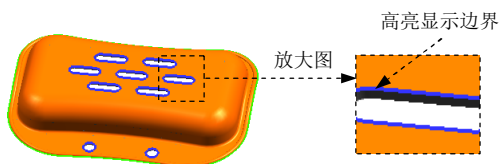

图 1.12 高亮显示孔边界
Step2. 定义修补边界。在“边修补”对话框的 **类型** 下拉列表中选择 **体** 选项，然后在图形区中选取产品实体，此时系统将需要修补的破孔处加亮显示，如图 1.12 所示。